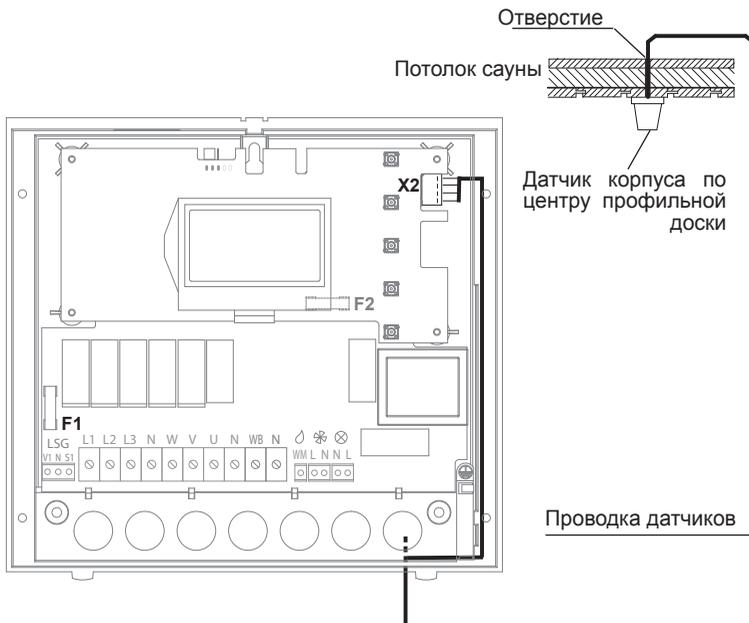

Рис. 11
5. Подведите проводку датчика к блоку управления и проведите сквозь правый кабельный ввод в корпус. Проложите проводку датчика внутри блока управления, как это показано на рис. 11. Подсоедините проводку датчика согласно рис. 12. Для этого штекер извлекается X2 из платы и снова вставляется после подсоединения.